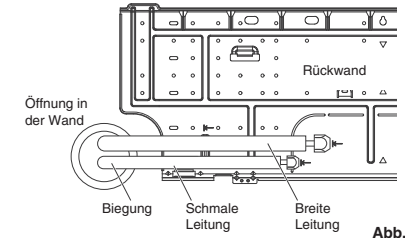

Abb. 3-98
- (1) Die Leitungen und den Ablaufschlauch durch die Wand führen und ausreichend Länge für den Anschluss lassen. Die Leitungen dann zur Verlegung mit einem Rohrbieger entsprechend biegen. (Abb. 3-98)
- (2) Den Ablaufschlauch und die Abdeckkappe der Ablauföffnung gegeneinander austauschen.